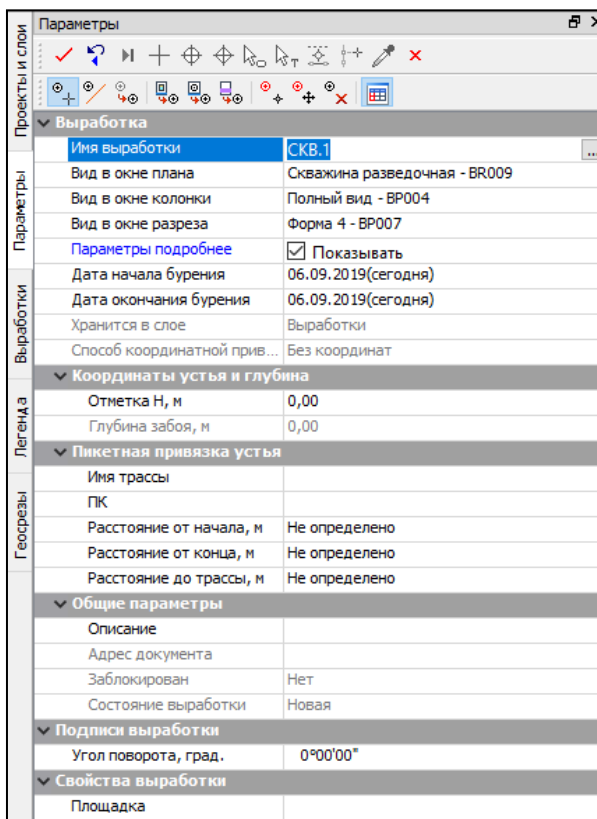

Рис. 6.2
3. В окне параметров задайте настройки, как на рис. 6.2.